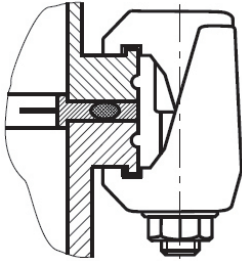

图 4 法兰连接
- (1) 安装法兰前, 准备安装工具、中心支架、胶圈、卡钳等, 检查法兰密封表面, 确保没有损伤;
- (2) 如图 4 所示, 使用安装工具安装法兰盘;
- (3) 用相应数量的卡钳固定法兰, 对称依次拧紧, 建议分三次对卡钳进行紧固;
- (4) 抽真空后再次加固拧紧;
- (5) 不同口径法兰的卡钳数量查看标准手册。